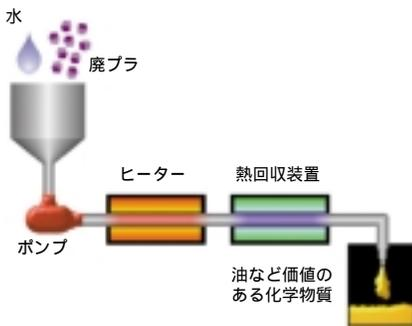

図4.2-2 プラスチックのリサイクル技術イメージ
NTTグループでは廃棄物のリサイクル量を年々増加させていますが、廃棄物の中でもプラスチックは、量や種類が多く、リサイクルしにくい材料の1つとなっています。生活環境研究所では将来のプラスチックリサイクル技術として、水でプラスチックを分解する方法を検討しています(図4.2-2)
- 図4.2-2の左端の部分から細かく砕いたプラスチックを水と混ぜ入れる